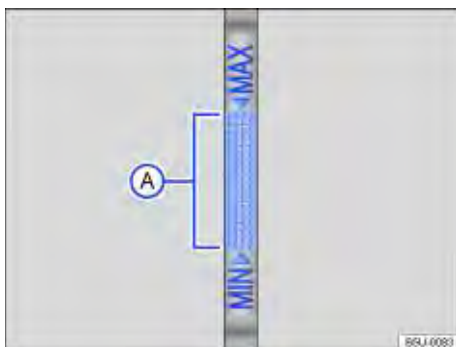

Fig. 126 Varetas de medição do óleo com marcação de nível do óleo do motor.
7. Retirar novamente a vareta de medição do óleo e ler o nível do óleo do motor na vareta de medição \Rightarrow Fig. 126 da seguinte maneira:
- Verificar novamente o nível do óleo do motor na vareta de medição antes de reabastecer mais uma pequena quantidade de óleo do motor. Nunca reabastecer com óleo do motor em excesso ⇒ (1).
- No final da operação de abastecimento do óleo, o nível do óleo deve estar, ao menos, no meio da região ⇒ Fig. 126 (A), mas jamais acima da região "MAX" ⇒ (1).
O nível do óleo não deve ultrapassar o nível "MAX" da região (A) ⇒ Fig. 126. Com o nível acima desta região, o óleo pode ser aspirado pela ventilação do cárter, sendo lançado na atmosfera pelo sistema de escape. Além disso, o óleo pode ser queimado dentro do catalisador, danificando-o.
Em caso de alta demanda do motor, o nível do óleo do motor deve estar o mais próximo possível da região "MAX" → Fig. 126 – sem ultrapassar, como, por exemplo, em viagens rodoviárias longas durante o verão, em condução com reboque ou durante travessias de montanhas.